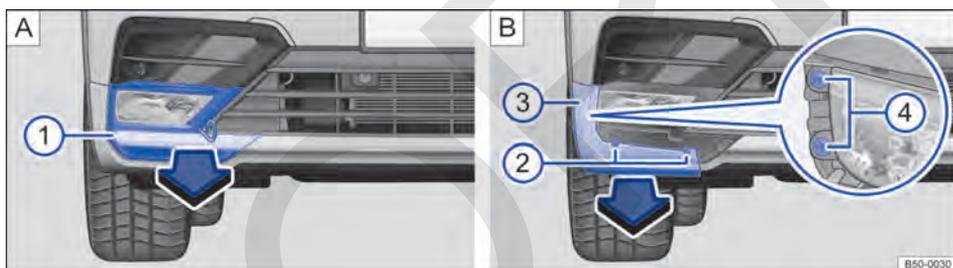

Fig. 212 En el lado derecho del paragolpes delantero R-Line: desmontaje del faro antiniebla.
- Enganche el gancho de alambre en el orificio que hay en la cubierta debajo del faro antiniebla → fig. 212 A. Retire la cubierta tirando hacia delante, en el sentido de la flecha → fig. 212 ① A.
- Desatornille los dos tornillos de fijación ② B del embellecedor ③ B con el destornillador.
- Desprenda el embellecedor ③ B y retírelo en el sentido de la flecha.